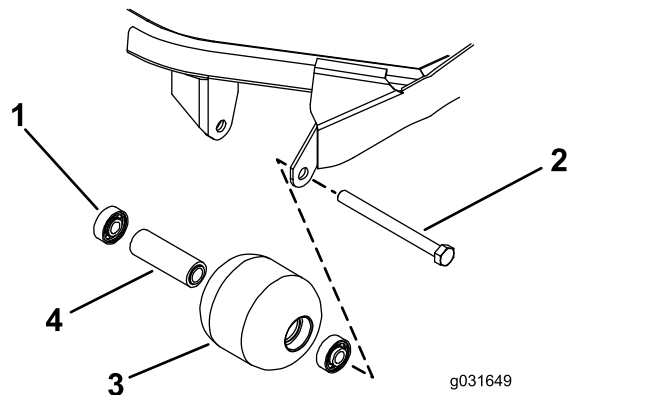

Figura 75
- Retire el perno de montaje del rodillo (Figura 75).
4. Inspeccione el alojamiento del rodillo, los cojinetes, y el espaciador del cojinete (Figura 75).
1. Haciendo presión solamente sobre el anillo de rodadura exterior, o de forma igual sobre el anillo exterior y el interior, introduzca el primer cojinete en el alojamiento del rodillo (Figura 75).
2. Introduzca el espaciador (Figura 75).
3. Haciendo presión solamente sobre el anillo de rodadura exterior, o de forma igual sobre el anillo exterior y el interior, introduzca el segundo cojinete en el alojamiento del rodillo hasta que entre en contacto con el espaciador (Figura 75).